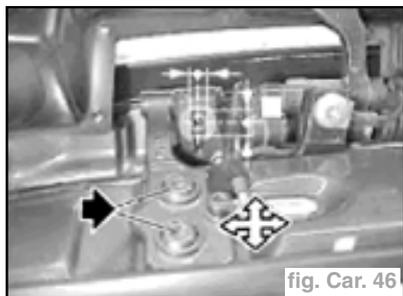

fig. Car. 46
- le réglage en hauteur s'opère au niveau du trou oblong. Cote (A) = doit être identique des deux cotés. (fig. Car. 46)
- desserrer à gauche et à droite sur le hayon les vis de l'étrier de charnière jusqu'à ce que le hayon puisse encore tout juste être déplacé (fig. Car. 46),